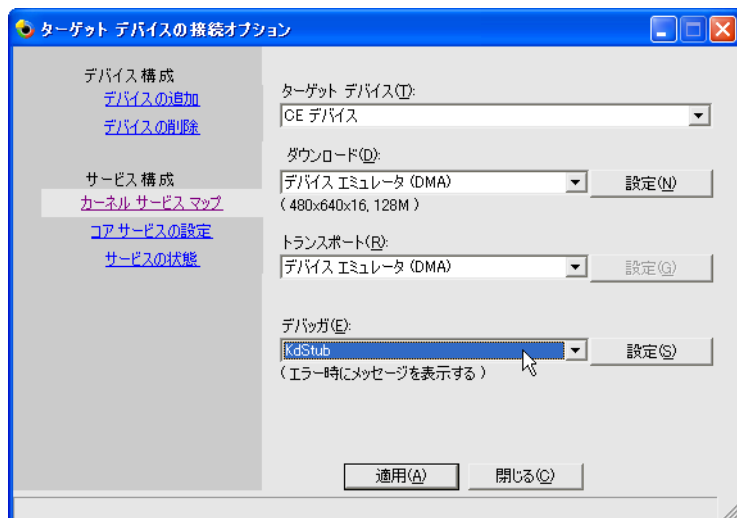

図 2-9 [ターゲット デバイスの接続オプション] の設定
5. [デバッガ] リスト ボックスから、図 2-9 に示すように、KdStub を選択します。